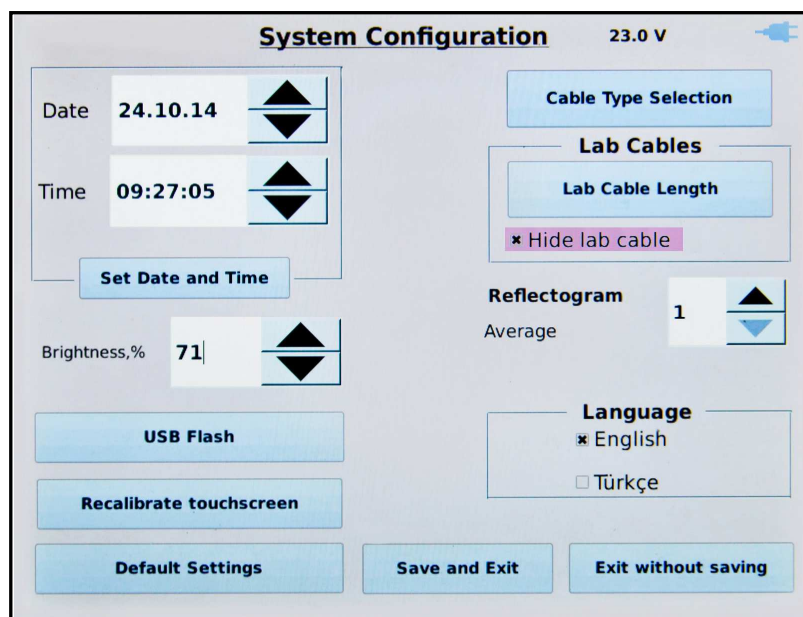

Рисунок 42 – Выбор опции вычитания кабеля лаборатории «Hide lab cable»
2.6.5 Если затем в меню «**System Configuration**» выбрать опцию «**Hide lab cable**» (см. рисунок 42), значение дополнительного кабеля ЭТЛ будет автоматически вычитаться из измеренного расстояния. При этом рефлектограмма будет отображаться начиная от конца дополнительного кабеля.